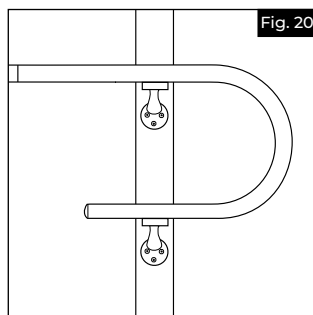

Fig. 20
c. Fixer la boucle de la main courante à la surface de montage en utilisant 2 supports de main courante (figure 20), en suivant les instructions de ce guide.